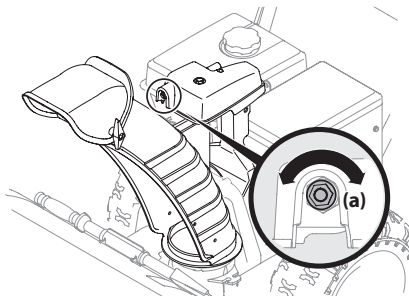

Figura 4-12
1. A fin de aumentar la precarga, ajuste la tuerca hexagonal (a) en el sentido de las agujas del reloj con intervalos de $\frac{1}{4}$ de giro. Se deberá mantener fija la varilla de control del canal mientras se ajusta la tuerca. Consulte la Figura 4-12.